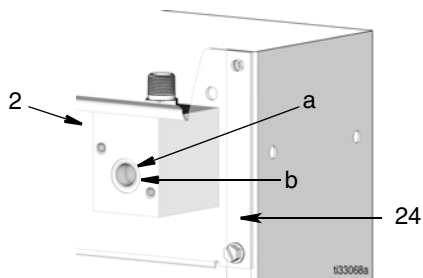

图 10
3. 将歧管 (2) 放入机油架内, 应将开口 (a) 朝向歧管前面并使开口 (b) 朝向安装板 (24), 如图 10 所示。